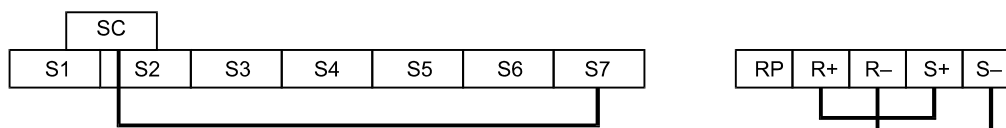

Рис. 6.54 Подключение клемм интерфейса связи для самодиагностики
3. Подключить цепи в соответствии с *Рис. 6.54*.